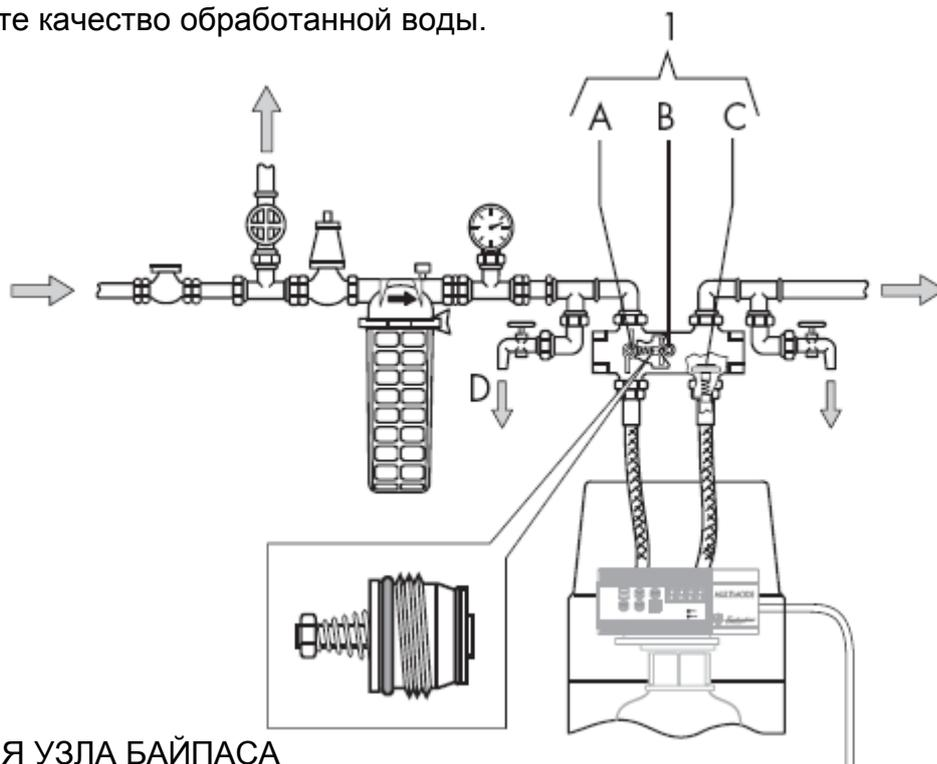

Рис. 5
- Откройте ручной байпас (Рис. 5 на стр. 44)
- Откройте кран, обеспечив поступление умягченной воды в систему. Отрегулируйте при помощи смесительного вентиля (Рис. 5 на стр. 44) остаточную жесткость на значение 15°F для бытового потребления воды, как предписано DPR 236/88 п.31/2001
Узел байпаса включает: смесительный вентиль (Рис. 5, поз. В) для регулирования поступления в краны жесткой воды; обратный клапан (Рис. 5, поз. С) для предотвращения обратного потока горячей воды; 3-путевой запорный клапан (Рис. 5, поз. А) для отключения умягчителя воды при его демонтаже без закрывания основного источника воды.